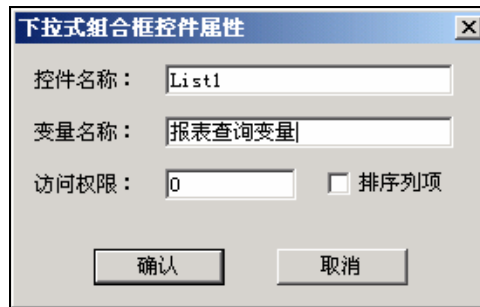

图 5-14 下拉式组合框控件
(1) 在工程浏览器窗口的数据词典中定义一个内存字符串变量：变量名为报表查询变量；变量类型为内存字符串；初始值为空。
(2) 新建一画面，名称为：实时数据报表查询画面。
(3) 选择工具箱中的文本工具，在画面上输入文字：实时数据报表查询。
(4) 选择工具箱中的报表窗口工具，在画面上绘制一实时数据报表窗口，控件名称为：Report2。
(5) 选择工具箱中的插入控件工具，在画面上插入“下拉式组合框”控件，控件属性设置如图 5-14 所示。